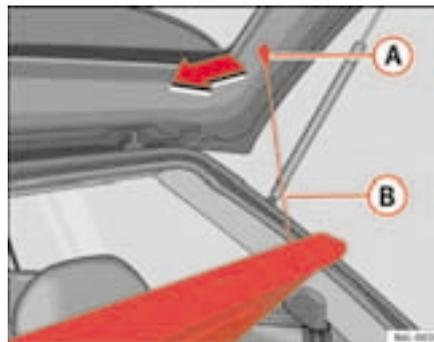

Fig. 87 Bandeja portaobjetos
- Desenganche los tirantes ⇒ fig. 87 (B) de los alojamientos (A)